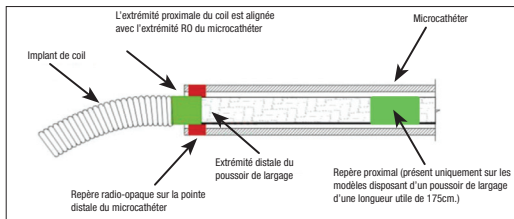

Figure 4 – Position des bandes repères pour le détachement
27. Faire avancer le coil dans le site souhaité jusqu'à ce que le repère radio-opaque du poussoir de largage soit aligné ou légèrement distal par rapport au repère radio-opaque sur l'extrémité distale du cathéter, en positionnant la zone de détachement juste à l'extérieur de l'extrémité du cathéter. Voir la Figure 4.